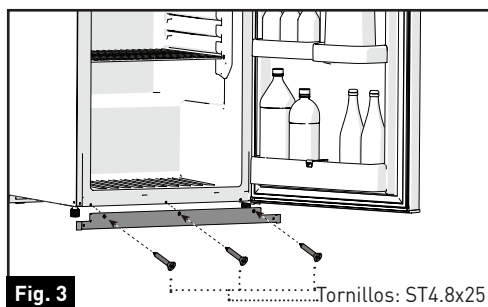

Fig. 3
- Abra la puerta del refrigerador. Ubique el kit de moldura inferior en el refrigerador con tornillos (x3). (Fig. 3)